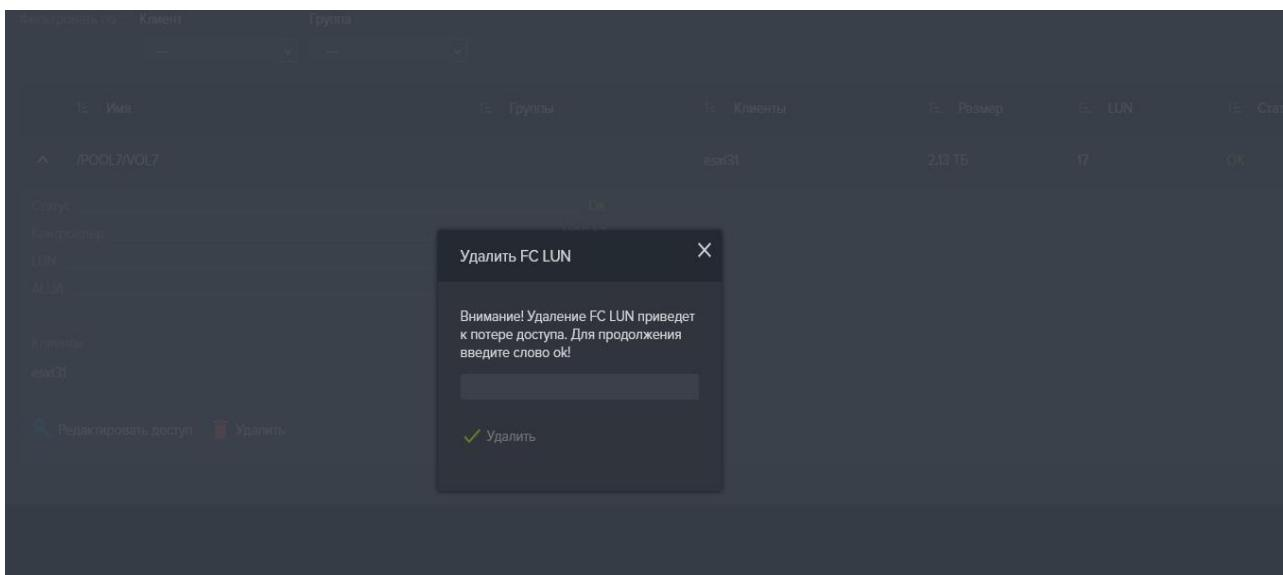

Рисунок 79. Окно подтверждения удаления LUN.
3. Нажмите на кнопку «Удалить», откроется окно с предупреждением о потере доступа к луну (см. Рисунок 79);